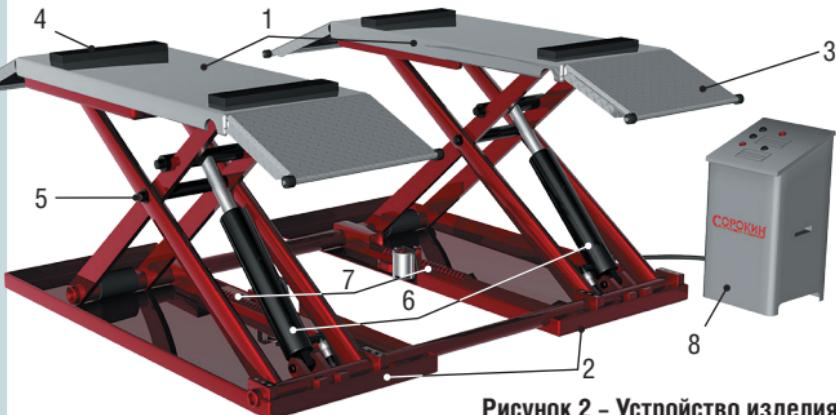

Рисунок 2 – Устройство изделия
Как показано на рис. 2, подъёмник состоит из двух платформ (1), прикрепляемых к фундаменту при помощи двух рам основания (2).